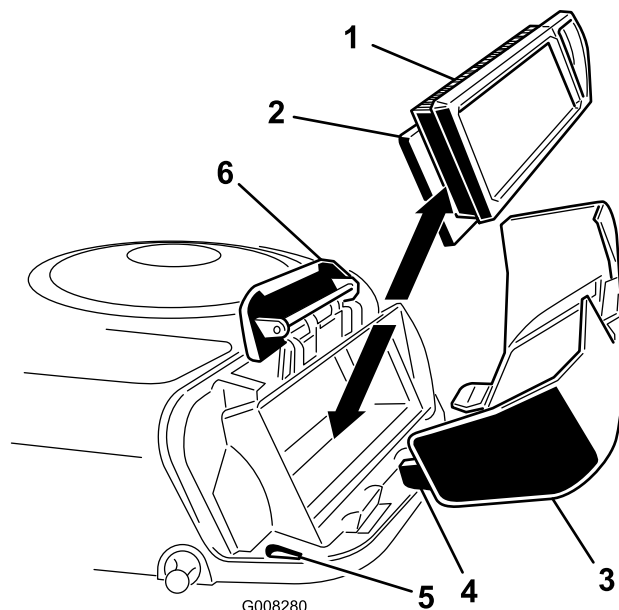

Figura 21
4. Deslice cuidadosamente el filtro de papel y el filtro de gomaespuma para retirarlos de la carcasa del soplador (Figura 21).
2. Alinee las pestañas de la tapa del limpiador de aire con las ranuras de la carcasa del soplador (Figura 21). Enganche el asa en la tapa y empuje hacia abajo el asa para fijar la tapa.